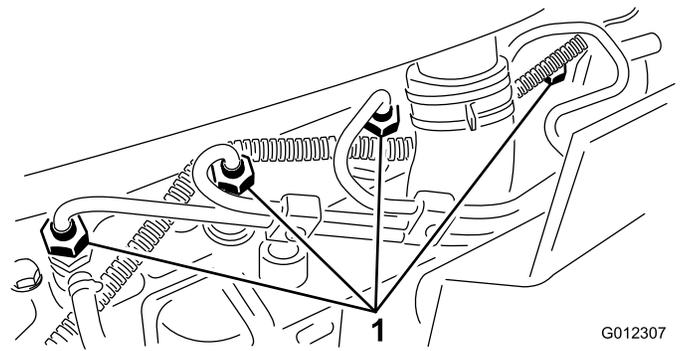

Bild 34
1. Lockern Sie den Leitungsanschluss an der ersten Düse und Halterung (Bild 34).